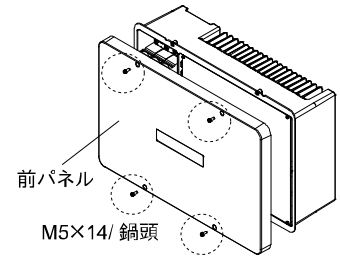

図 10
- ① 本体正面のねじ(M5×14/鍋頭)4本を取り外し、前パネルを手前側へ引いて取り外してください。(図10)